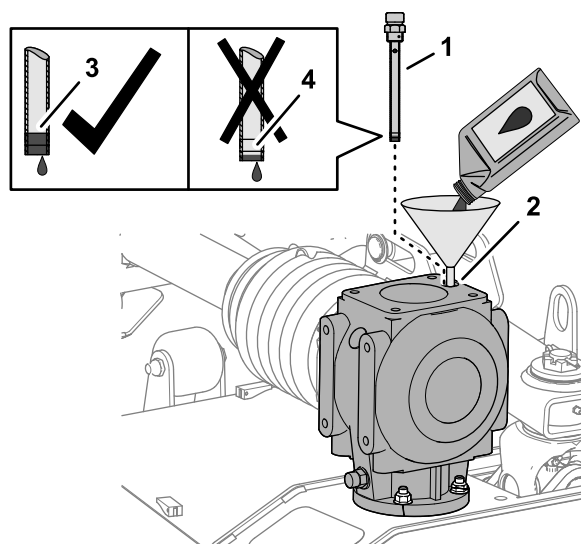

Figura 63
1. Adicione 1064 ml do lubrificante de engrenagens especificado na caixa de velocidades através da porta da vareta (**Figura 63**).
2. Enrosque a vareta na entrada, retire a vareta e verifique o nível de lubrificante (**Figura 63**).
4. Enrosque a vareta na porta de enchimento e aperte a vareta (**Figura 63**).